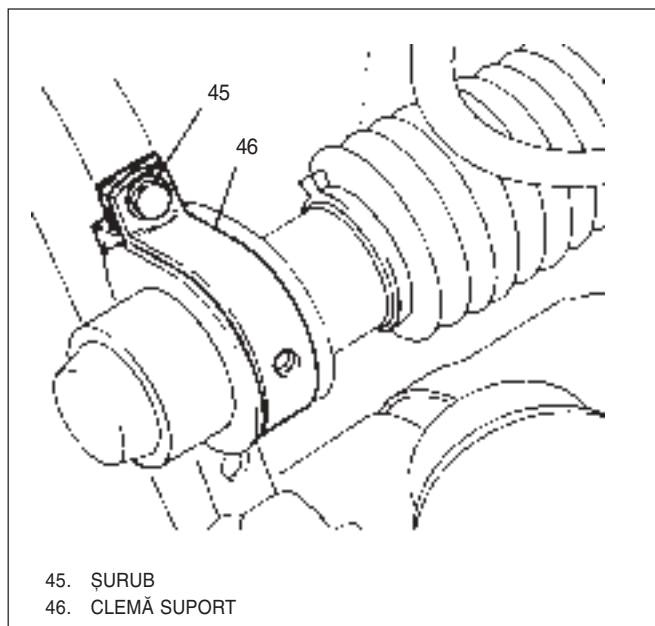

Fig. 3 Prindere casetă de direcție pe tablier
- 3) Cele 2 șuruburi (1) de la ansamblul cuplaj (2) și se împinge acesta în sus pe axul coloanei de direcție (Poziția angrenajului este pentru direcția dreaptă înainte. Vezi procedeul din acest capitol).
- 5) Cele 2 șuruburi (25) ale bieletelor de direcție din centrul casetei de direcție (7). (Se ridică plăcuța de blocare (24) înainte de demontarea șuruburilor; a nu se încerca refolosirea plăcuței).
- 7) Cele două cleme de prindere (46) (Fig 3).
- 8) Burduful de cauciuc (3) de pe pinion.
- 9) Ansamblul pinion și cremalieră (34) spre roata din dreapta.